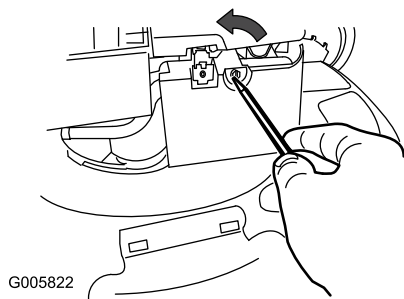

Figure 26
1. Ouvrez le couvercle du filtre à air avec un tournevis (Figure 26)